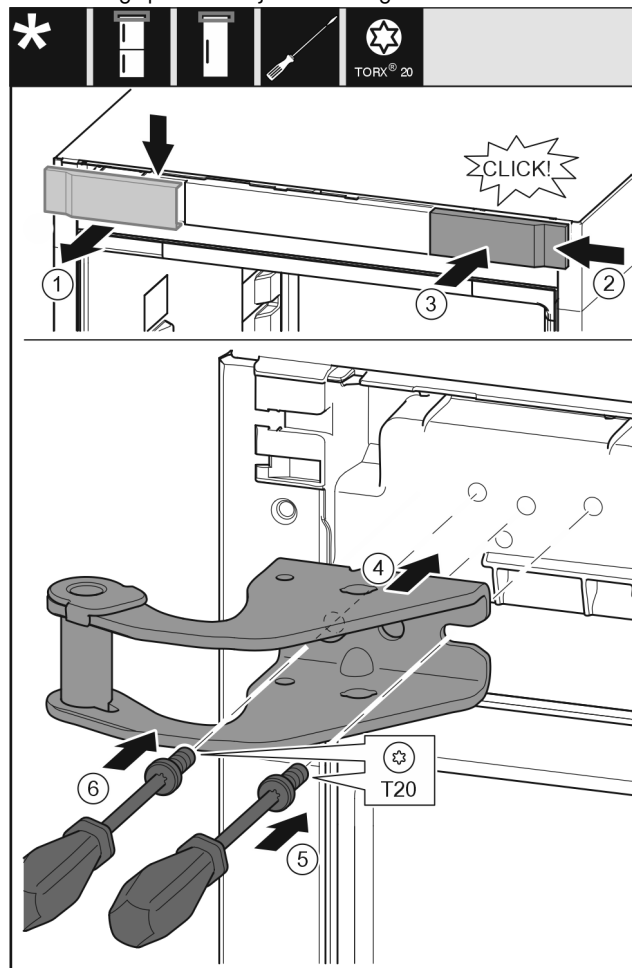

Fig. 9
- Võtke kate ülaltpoolt ettepoole ära. Fig. 9 (1)
- Haakige kate 180° pööratult teisel küljel paremalt külge. Fig. 9 (2)
- Fikseerige kate. Fig. 9 (3)
- Pange ülemine laagripukk kohale. Fig. 9 (4)
- Pange kruvi kruvikeerajaga T20 kohale ja keerake kinni. Fig. 9 (5)
- Pange kruvi kruvikeerajaga T20 sisse ja keerake kinni. Fig. 9 (6)